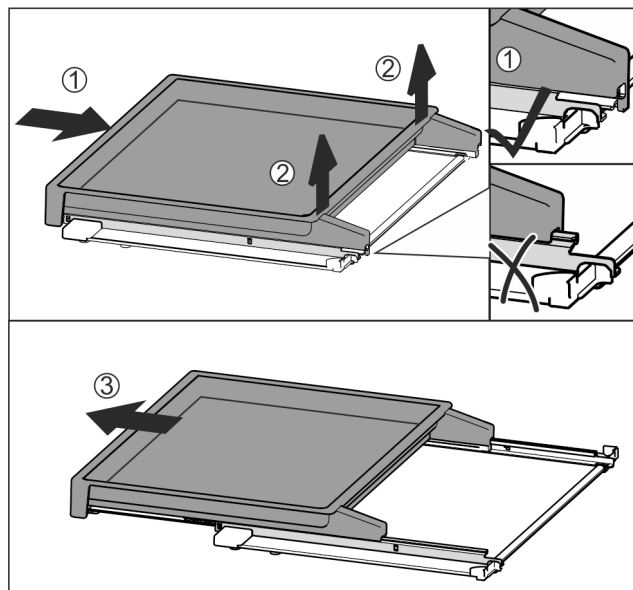

Fig. 32
- Spingere completamente il ripiano estraibile Fig. 32 (1).
- Staccare il blocco sul lato posteriore Fig. 32 (2).
- Estrarre in avanti il ripiano estraibile Fig. 32 (3).